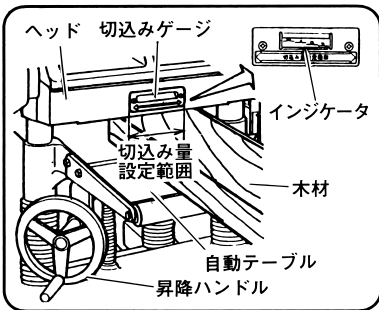

図 9
(1) 木材をテーブルにのせ、切込み量設定範囲内の位置で、ヘッド前面より 30~40mm 程度中へ入れてください。
(2) 木材上面が切込みゲージと接触し、インジケータが切込み量を示します。(図 9)
(3) 最大切込み量は木材の大きさと送材速度 (17 ページ「送材速度の切替え」の項参照) によって異なります。表 2 を目安にして切込み量を決めてください。
注 ● 木材は自動テーブル面へ水平に接触させてください。水平に接触させないと表示された切込み量 (図 9 参照) と実際の切込み量が異なる原因となります。